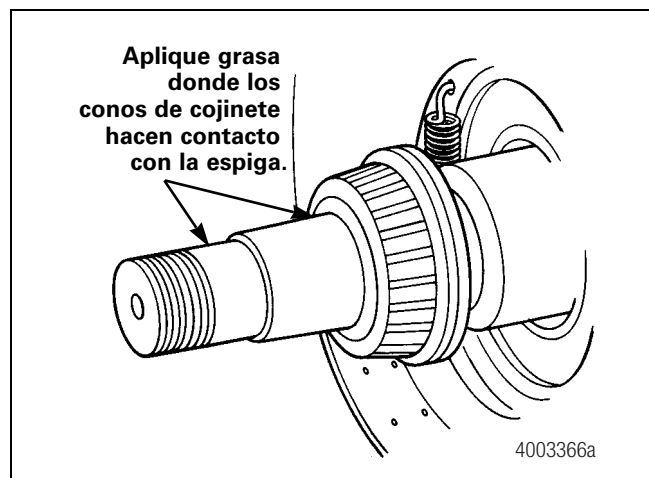

Figura 14.3
2. Aplique una capa delgada de grasa NLGI 1 ó 2, no de aceite, en los muñones de cojinete de espiga del eje para ayudar a protegerlos del desgaste por corrosión. Figura 14.3.